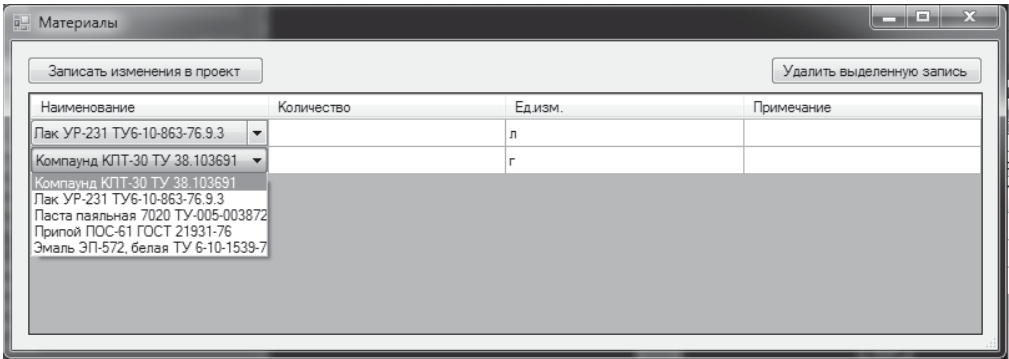

Рис. 11.10. Формирование списка материалов
- **Materials** — подготовка списка материалов для внесения в рубрику спецификации «Материалы». По этой команде открывается диалоговое окно **Материалы** (рис. 11.10), в котором следует: